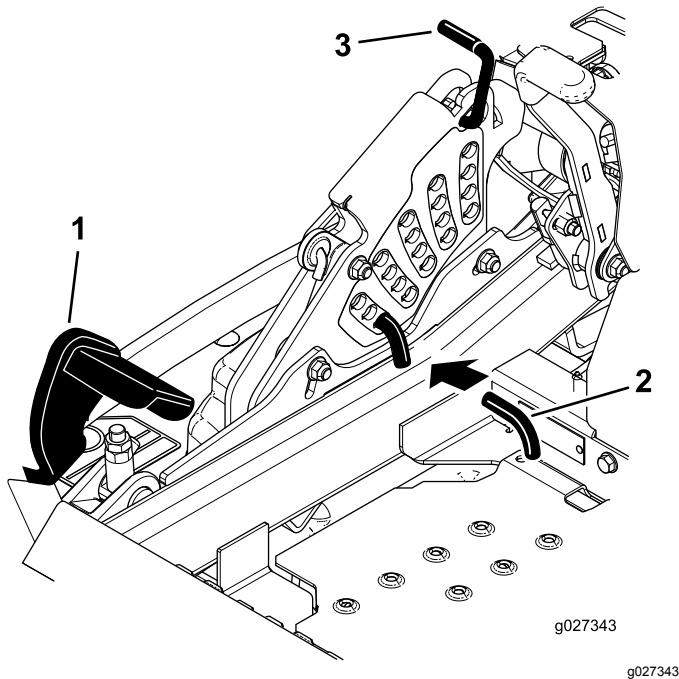

Figure 112
- Enfoncez la pédale de levage du tablier de coupe au maximum pour verrouiller le tablier à la position transport de 14 cm (5½ po) (Figure 112).